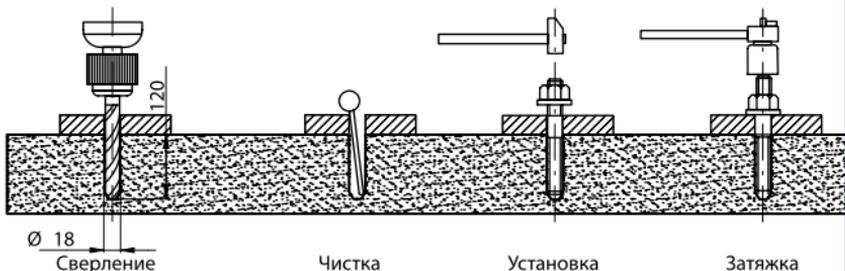

Рисунок 4 – Установка анкерных болтов
7. Буром по бетону диаметром 3/4" просверлите через крепёжные отверстие в опорной плите одной стойки отверстия в бетоне под анкерные болты (минимальная глубина 120 мм) и установите анкерные болты (рис. 4).